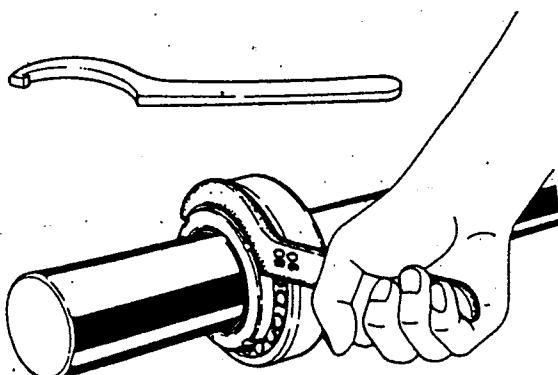

図10
(6) ナットを締め付けるときは図10に示すようなスパナを用いるとよい。